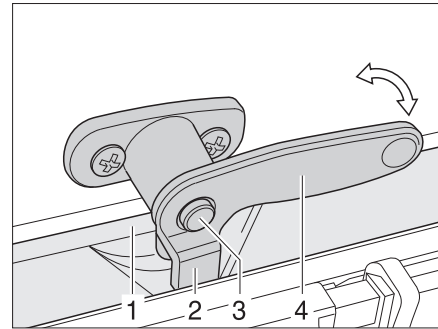

Fig. 71 Palanca de bloqueo con botón de seguridad en posición "cerrado"
- Caso disponible, presionar y mantener presionado el botón de seguridad (Fig. 71,3).